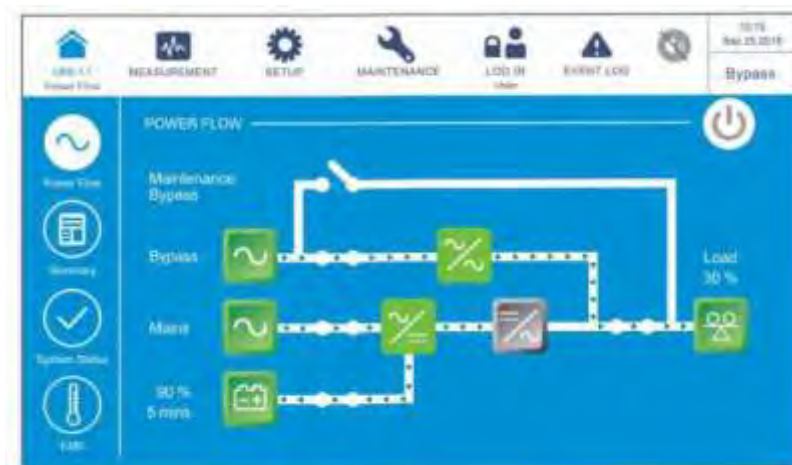

Рисунок 6-51: Экран байпасного режима
- 1) В байпасном режиме на ЖК-дисплее отображается следующий экран (**Рисунок 6-51**), а трехцветный светодиодный индикатор горит желтым. Расположение трехцветного светодиодного индикатора см. на **Рисунке 2-11**.